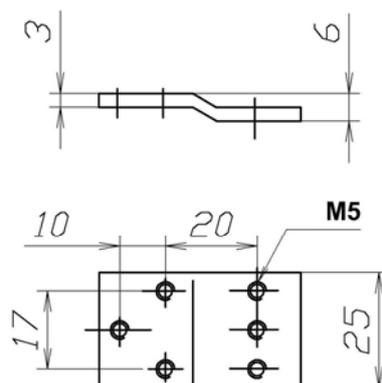

Рис. 4
- 6.6 Для монтажа ЗАМКА в металлические двери используются переходные планки (рис. 4). Монтажный комплект с планками поставляется отдельно. Пример монтажа в металлическую дверь показан на рис 5. Крепление осуществляется винтами М5 из комплекта монтажа.